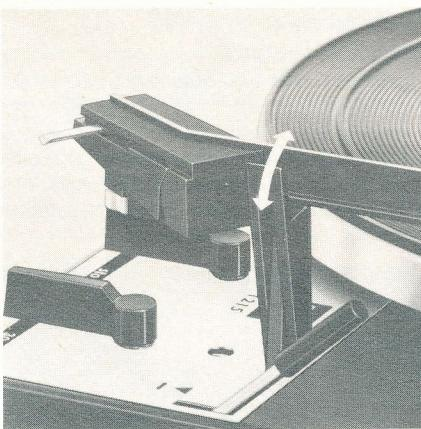

Fig. 7
Elija acto seguido la velocidad del plato ② requerida, coloque la tecla selectora ⑬ en el número que corresponda al diámetro del disco (17, 25 ó 30 cm., o bien 7, 10 ó 12") y libere el brazo fonocaptor (fig. 7). Con estas operaciones ha preparado el aparato para funcionar.
Observación: Despues de reproducir el disco (tocadiscos) o el último disco de la pila (cambiadiscos), el brazo vuelve automáticamente a su soporte y el aparato se desconecta. Recomendamos cerrar la sujeción del brazo cuando no se deseé utilizar más el aparato (fig. 7).